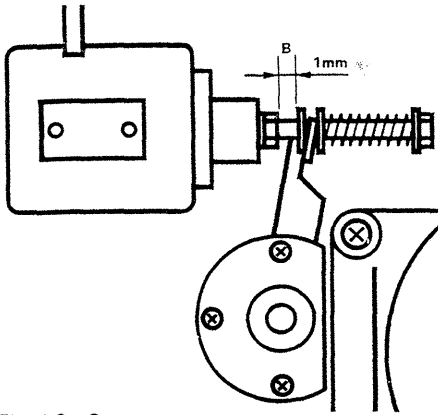

Fig. 4.3.-2
- Attach a nylon thread to the pinch roller shaft and attach a dial gauge to the other end of the thread. Pull dial gauge in the direction A (fig. 4.3.-1) until the pinch roller lifts off the capstan shaft. The dial gauge must read $13 \text{ N} \pm 1 \text{ N}$ ($1.3 \text{ kp} \pm 0.1 \text{ kp}$) ($2 \text{ lb } 14 \text{ oz} \pm 4 \text{ oz approx.}$).
- Par l'intermédiaire d'un fil de nylon fixé d'une part sur l'axe du galet presseur (éventuellement dévissez le couvercle de l'axe) et d'autre part à un dynamomètre. Tirez le bras dans la direction A (fig. 4.3.-1) jusqu'à ce que le galet presseur décolle de l'axe de cabestan. Le dynamomètre doit alors indiquer $13 \text{ N} \pm 1 \text{ N}$ ($1,3 \text{ kp} \pm 0,1 \text{ kp}$).
- Andruckkraft kontrollieren und wenn nötig mit Schraube C justieren. (Fig. 4.3.-2).
- Measure pinch roller force and adjust with screw C if necessary. (fig. 4.3.-2)